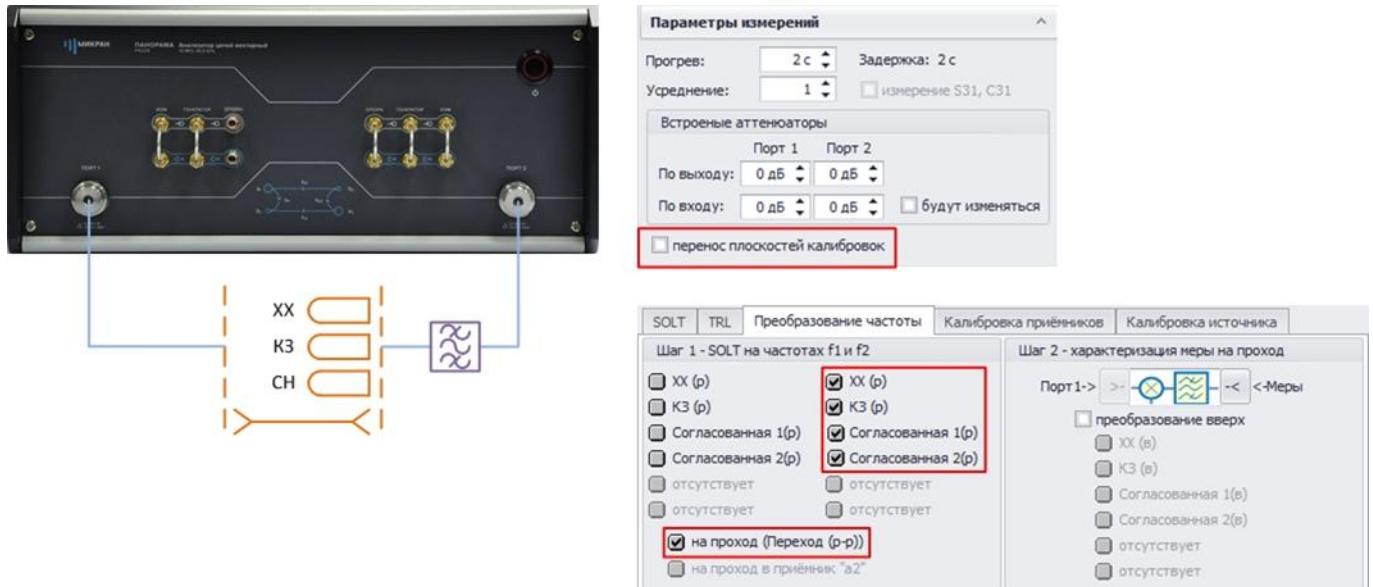

Рис. 29. Настройка переноса плоскости калибровки. Перенос плоскости калибровки на IF выход смесителя
11.8 Плоскость калибровки на данном этапе находится на RF входе смесителя и на выходе используемого фильтра ПЧ. Необходимо перенести плоскость калибровки к выходу IF смесителя. Для переноса плоскости калибровки в окне «Калибровка» -> «Параметры измерений» установите флажок «перенос плоскостей калибровок» (рис. 29). Поочередно подключите нагрузки XX, КЗ, СН ко второму порту через используемый фильтр ПЧ;